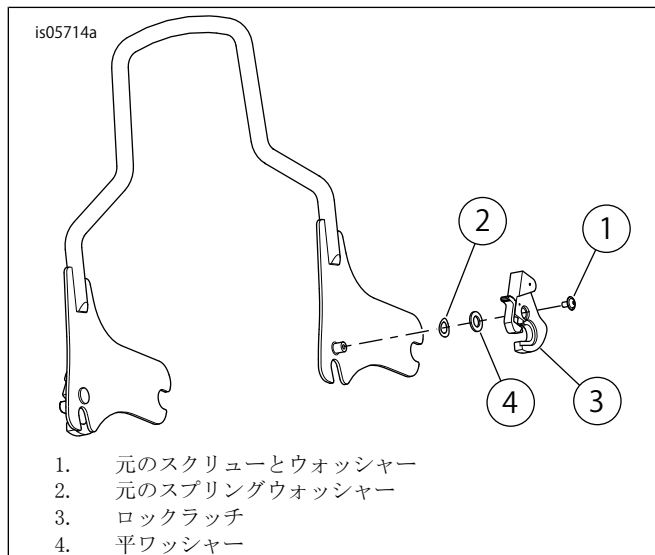
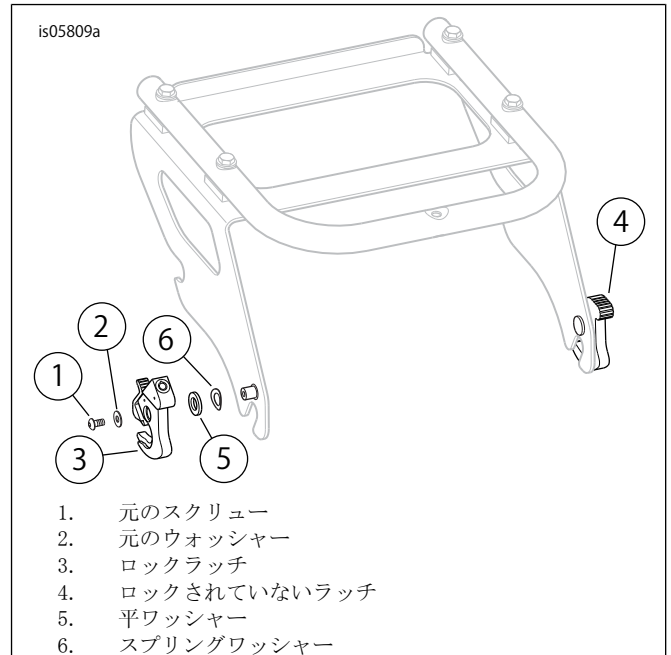

図3. 外側右のインストール
図4. 外部の左インストール
TWO-UPラゲッジラックキット	図4、外部の左インストールを参照するか、または図3、外側右のインストール
Two-Up Tour-Pak Rack	図3、外側右のインストールを参照してください
ソロラゲッジラックキット	図3、外側右のインストールを参照してください
2. 「 図3 」を参照。 取り付けハブに元のスプリングワッシャー(2)を取り付けてください。
1. 「 図4 」を参照。 左ロックされていないラッチを取り外し、破棄してください。